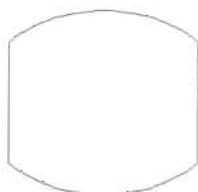

图 3-147
(15) 单击“修改”工具栏中的“修剪”按钮，修剪多余的线段，如图 3-147 所示。